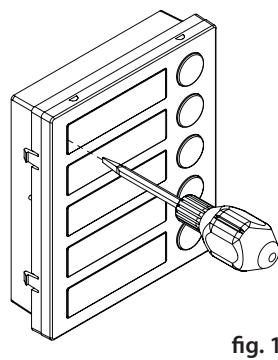

fig. 17
- Inserire il cacciavite (lato piatto della lama) nell'apposita fessura del porta cartellino come mostrato in Fig. 17;